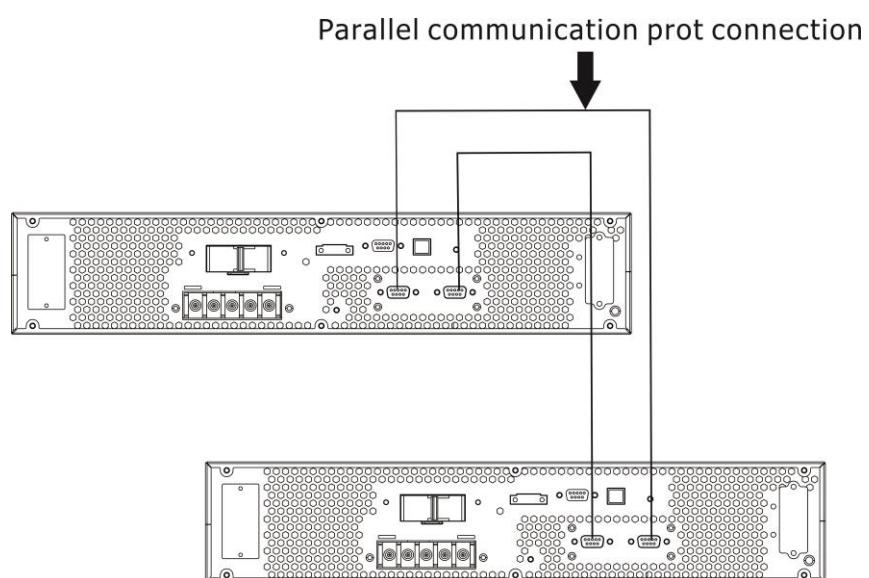

Figura 8: Schema elettrico del sistema parallelo
5. Collegare ogni UPS uno per uno con il cavo parallelo. Fare riferimento alla **Figura 8**.